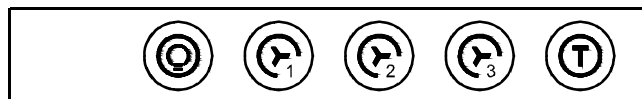

РИС. 13
7.2.3 Электронный переключатель ККВ-1 (рис. 13) имеет пять кнопок.